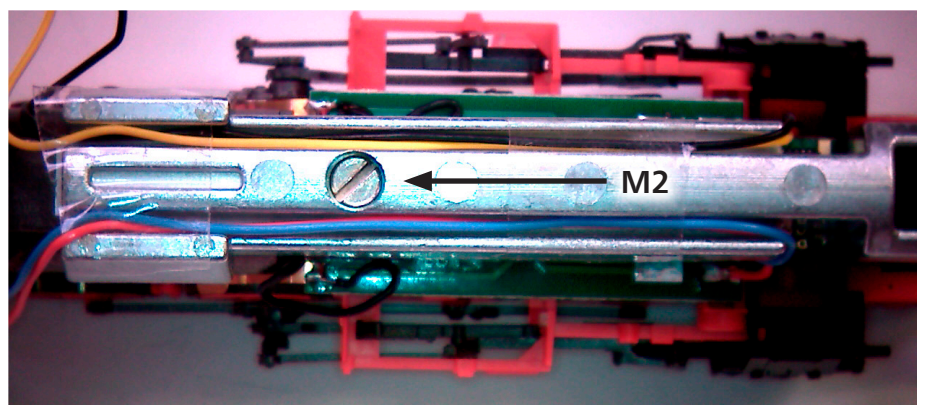

Abb. 2
- **Anschließend den Rahmenaufsatz aufsetzen und mit der M2 Schraube befestigen (Abb. 2).**
- Die 4 farbigen Litzen werden in den seitlichen Kanälen des Rahmenaufsatzes nach hinten geführt und mit 4 Stück Isoschlauchabschnitten fixiert (Abb. 2).